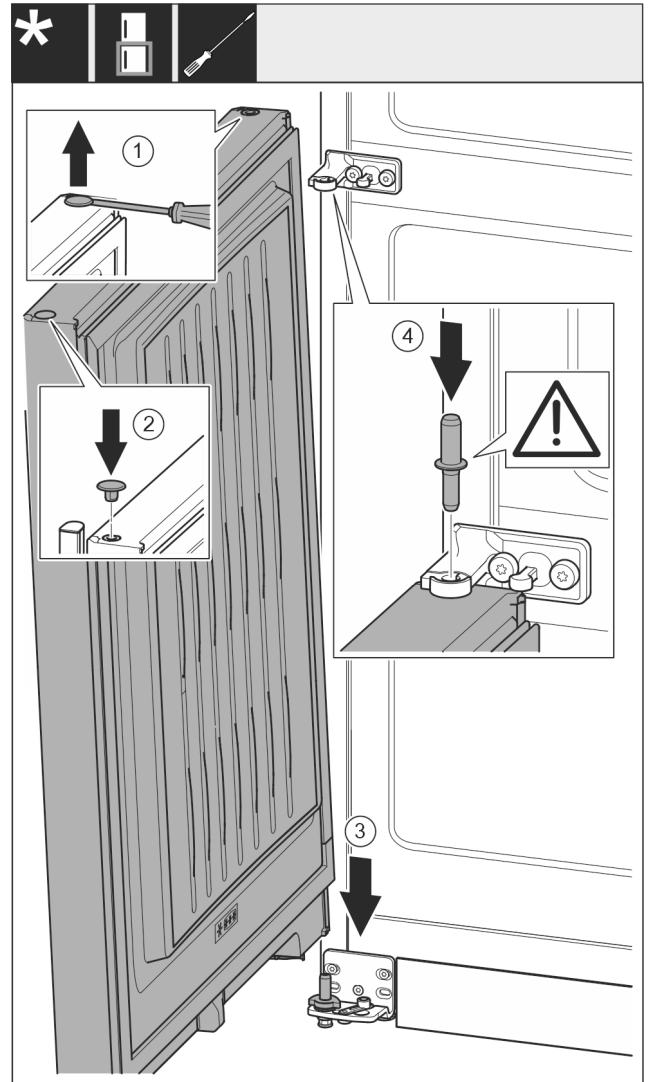

Fig. 19
- ▶ Ravnim odvijačem oprezno podignite čep i izvadite ga. Fig. 19 (1)
- ▶ Ponovo umetnite čep na drugoj strani vrata. Fig. 19 (2)
- ▶ Stavite vrata odozgo na donji svornjak ležaja. Fig. 19 (3)
- ▶ Umetnite srednji svornjak ležaja kroz srednji podložak ležaja u donja vrata. Pri tome pazite da je ispuščenje za blokiranje okrenuto prema otraga. Fig. 19 (4)